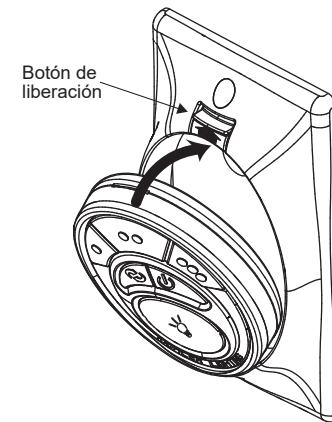

Fig. 22
1. Inserte el transmisor en la placa de pared colocando primero la parte inferior del transmisor y presionando luego la parte superior del transmisor dentro del bolsillo. El transmisor funcionará perfectamente desde este lugar o usted puede quitar el transmisor y utilizarlo como dispositivo "manual". (Fig. 22)